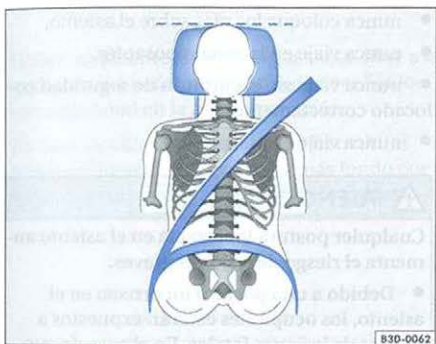
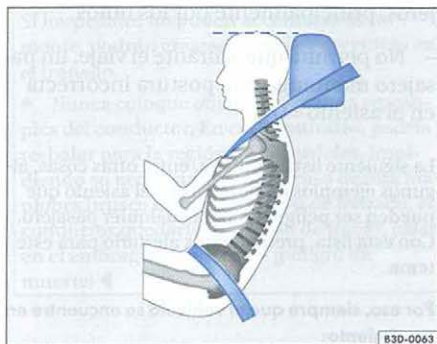

Fig. 3 Apoyo para cabeza ajustado correctamente visto de frente
Fig. 4 Apoyo para cabeza ajustado correctamente visto de lado
- Ajuste los apoyos para cabeza, de tal forma que la parte superior del respaldo quede en el mismo nivel o lo más próximo posible de la parte más alta de su cabeza ⇒ fig. 3 y ⇒ fig. 4 ⇒ ⚠.